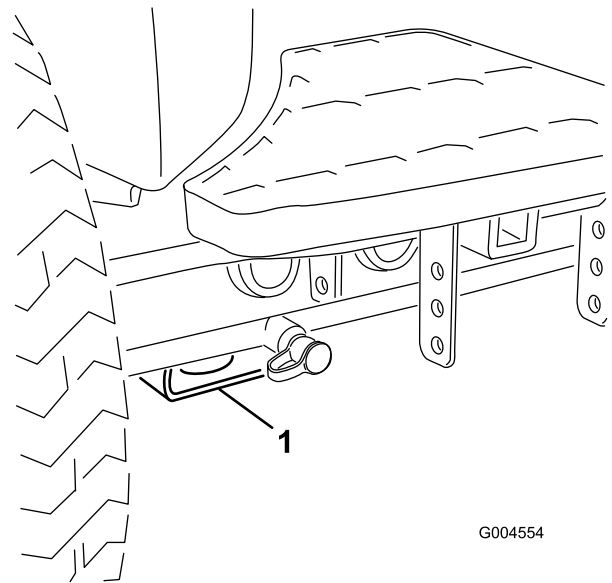

Figure 57
- Avant – patin rectangulaire sous le tube d'essieu, à l'intérieur de chaque roue avant (Figure 57).